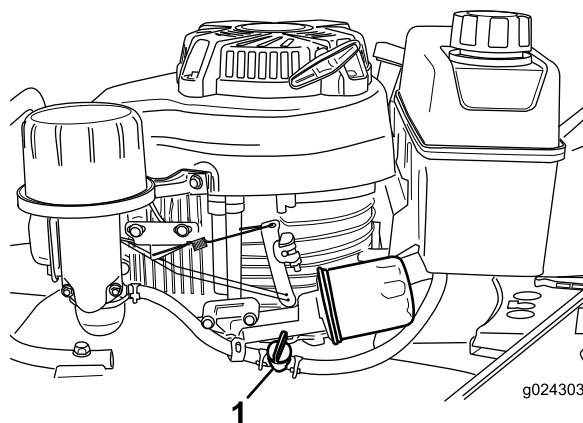

Figura 16
2. Abra a válvula do combustível (Figura 16).